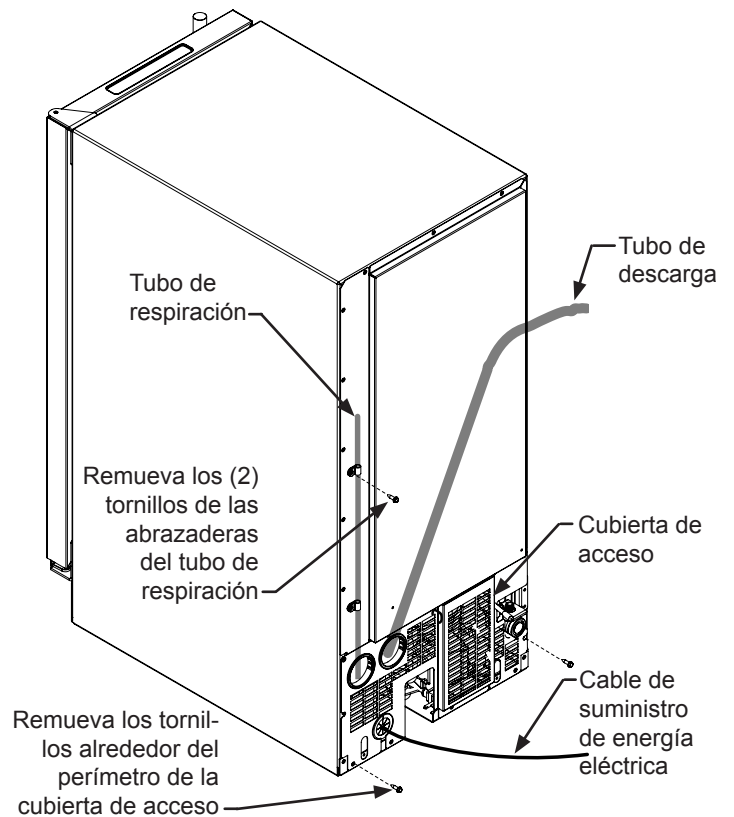

Figura 9
2) Remueva los 2 tornillos de las abrazaderas del tubo de respiración y todos los tornillos alrededor del perímetro de la cubierta de acceso con la llave para tuercas de 5/16". Remueva la cubierta de acceso de la máquina fabricadora de hielo. (Vea la Figura 9).
- Revise que el tubo de respiración está abierto, sin retorcimientos ni dobladuras agudas de modo que el aire pueda fluir libremente desde el depósito de la bomba. Vea la Figura 9 en la página 8.